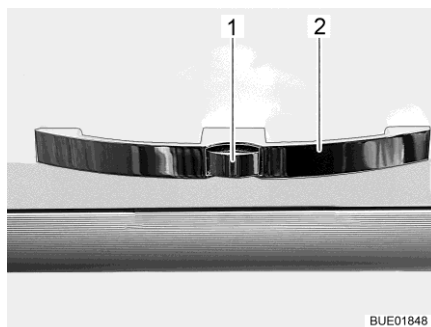
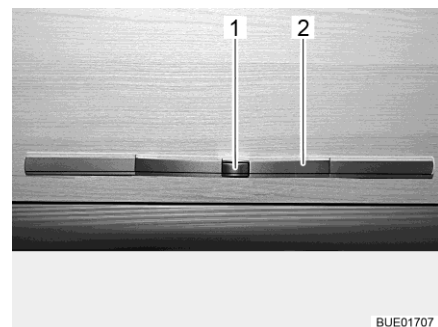

Fig. 63 Porte de placard avec poignée (exemple)
Fig. 64 Porte de placard avec poignée (alternative)
- Appuyer sur le bouton de déverrouillage (Fig. 63,1 ou Fig. 64,1) de la poignée (Fig. 63,2 ou Fig. 64,2) et le maintenir enfoncé.